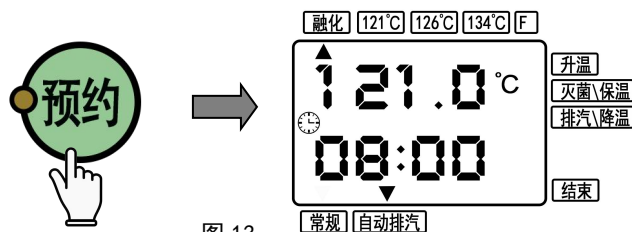

图 13
③预约设置：按下“预约”键，出现图 13 界面，再按上述第②小节（设置灭菌时间）步骤进行预约时间设定。设定结束按下“启动”键，进入预约倒计时状态。